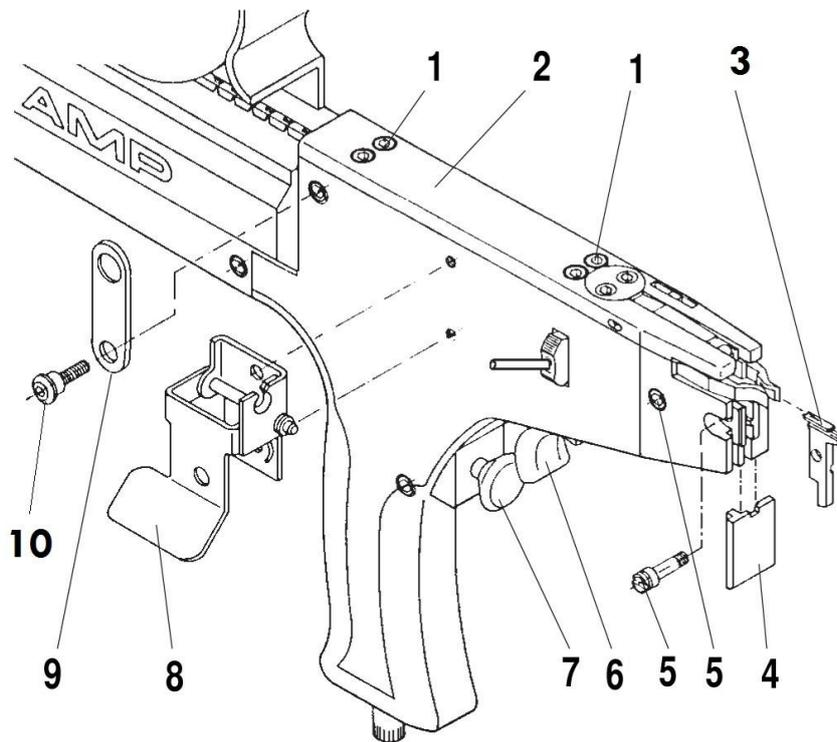
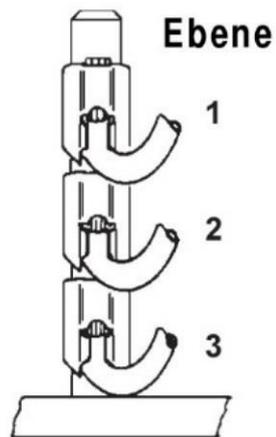
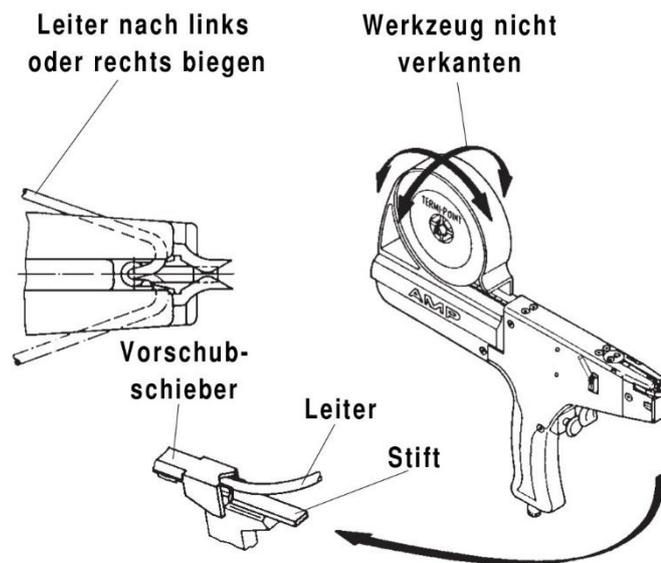

Abbildung 7: Werkzeugvorbereitung
Abbildung 8: geladene Cliprolle
Abbildung 11: Verlegerichtung
2. Legen Sie den Zeigefinger an den Hebel für den Drahteinführtrichter (direkt oberhalb des Auslösers, siehe Abbildung 7: Werkzeugvorbereitung) und betätigen Sie ihn mehrmals. Wenn der Hebel angezogen ist, geht der Drahteinführtrichter zurück; wird der Hebel losgelassen, ist der Drahteinführtrichter in Ausgangsposition. Während des Arbeitens kommt durch diese Arbeitsgänge ein sicheres Halten des eingesteckten Leiters zustande.
3. Mit geladener Cliprolle siehe Abbildung 8: geladene Cliprolle und eingebautem Abisoliereinsatz siehe Abbildung 7: Werkzeugvorbereitung schließen Sie jetzt das Werkzeug an ihre Druckluft an. Beachten Sie dabei alle Ausführungen in Kapitel 3 „Allgemeine Sicherheitshinweise“.
3. Drehen Sie die in Abbildung 7: Werkzeugvorbereitung dargestellte Schraube Abisoliereinsatz (5) heraus und lösen Sie die Schraube (10) leicht.
4. Schieben Sie die Isolierplatte (4) nach unten.
2. Drehen Sie die in Abbildung 7: Werkzeugvorbereitung dargestellte Schraube Abisoliereinsatz (5) heraus und lösen Sie die Schraube (10) leicht.
3. Schieben Sie die Isolierplatte (4) nach unten.
5. Je nach Verlegerichtung können Sie jetzt den Leiter Abbildung 8: geladene Cliprolle Pos. 1 nach rechts oder nach links biegen Abbildung 11: Verlegerichtung. Setzen Sie das Werkzeug ohne Verkantung mit den Stiftgreifern an den zu verdrahtenden Stift und achten Sie darauf, dass der Stift an die vordere Kante des Abisoliereinsatzes stößt; Stift und Abisoliereinsatz müssen fluchten.
Die Clip-Positionier-Anordnung besteht aus der Positions-Wählscheibe, die mit den Ziffern 1, 2 und 3 versehen ist (siehe Abbildung 8: geladene Cliprolle).
Die Auswahl der Positions-Ziffer bestimmt die Distanz, die der Clip auf dem anzuschließenden Stift zurücklegt. Der Vorschubschieber schiebt den Clip bei Position 1 auf die obere und bei Position 3 auf die untere Ebene des Stiftes (siehe Abbildung 8: geladene Cliprolle).